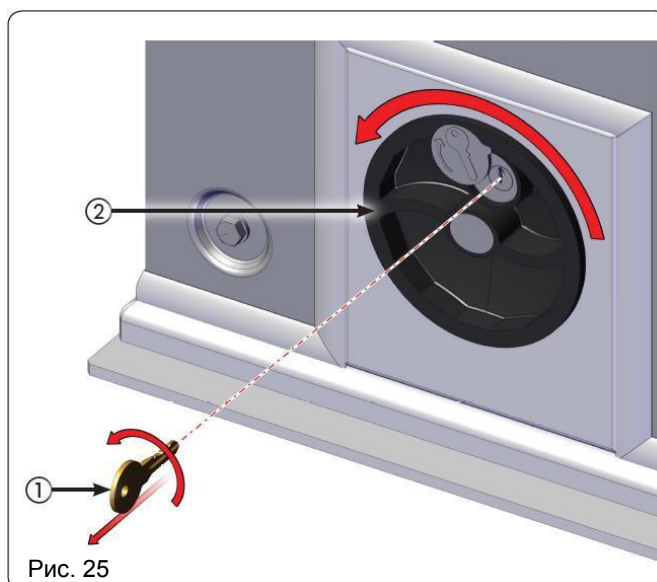

Рис. 25
1. Поверните рукоятку разблокировки против часовой стрелки до упора (рис. 25, ссылка 2).
2. Поверните ключ против часовой стрелки (рис. 25, ссылка 1).